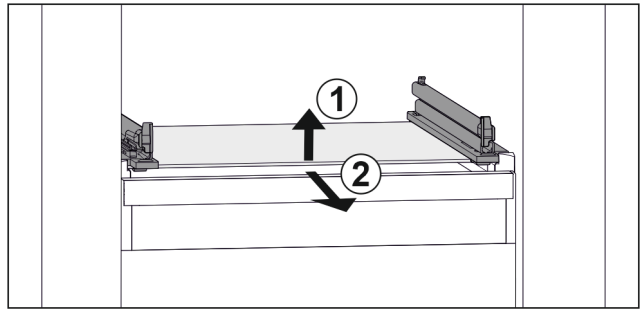

Fig. 53 Примерное отображение стеклянной пластины
- ▶ Приподнимите стеклянную панель спереди. Fig. 53 (1)
- ▶ Извлеките стеклянную панель движением вперед. Fig. 53 (2)